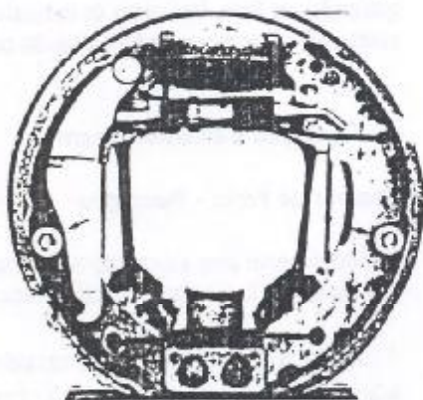

Figura 6.09.2 - Pinos das molas de retenção
6. Desencaixar os pinos das molas de retenção das sapatas ao espelho de freio (Figura 6.09.2).
3. Posicionar o conjunto das sapatas e mecanismo de ajuste no espelho de freio. Fixar as sapatas no espelho, com o conjunto do pino e mola de retenção (Figura 6.09.2).